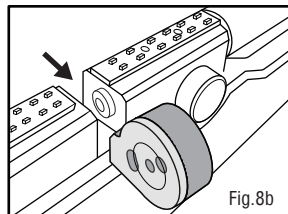

Fig.8b
8. O Magazine é projetado para que pare automaticamente de recarregar quando estiver vazio. Puxe a alavanca de engatilhamento, e empurre o tambor para fora do encaixe, pelo lado esquerdo. (Fig.8b)
10. Quando parar de utilizar a carabina, se ainda houver munição no Magazine, ele pode ser removido puxando a alavanca de engatilhamento e empurrando o tambor para fora do encaixe, pelo lado esquerdo (Fig.8b). Após retirar o Magazine, atire em uma direção segura para confirmar que não restou nenhuma munição no cano